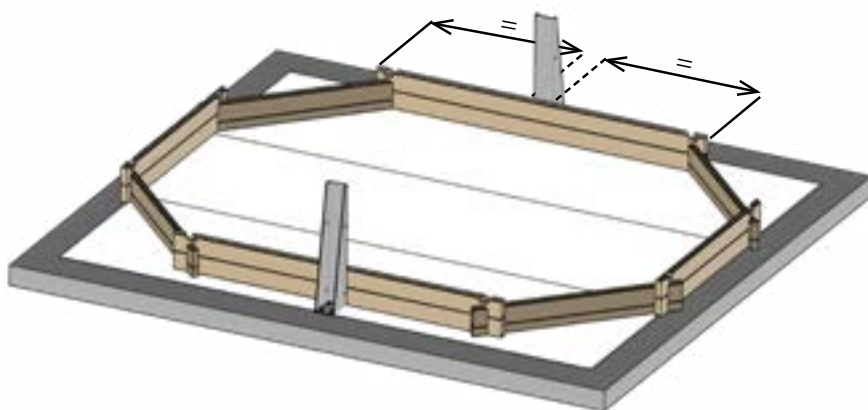

Fig. 4 / Abb. 4 / Afb. 4
- EN LAYOUT OF THE COLUMNS:** •Position the columns at the centre of the lateral of your pool, supported against the boards (figure 4). **Tighten the columns well around the entire layer of boards.** •Vertically drill the layer using a drill with a $\varnothing$ 10mm bit for concrete, and using the column as a guide. The depth of the hole should be at least 100mm to guarantee good fixing. •Place the fixing bolts (with washers and nuts) into the holes and fix them with the help of a hammer. **COMPLETELY hammer in the fixing bolts (only the head should be visible).** •Tighten crosswise the 4 nuts.
- FR POSITIONNEMENT DES SABOTS :** •Placez les sabots au centre des grands pans de votre bassin, en appui contre les madriers (figure 4). **Plaquez bien les sabots le long des rangées de madriers.** • Percez bien verticalement la chape à l'aide d'un perforateur équipé d'un foret béton $\varnothing$ 10 mm, en utilisant le sabot comme gabarit. La profondeur du perçage doit être au minimum de 100 mm pour garantir une bonne fixation. •Placez les gougeons d'ancrage (avec rondelles et écrous) dans les trous et frappez-les à l'aide d'un marteau. **Enfoncez ENTIEREMENT les gougeons d'ancrage (seule la tête doit rester visible).** •Serrez fermement en croix les 4 écrous.
NL PLAATSING VAN DE METALEN STEUNBALKEN: •Plaats de metalen steunbalken in het midden van de zijkant de uw zwembad, steunend tegen de planken (afbeelding 4). Schroef de metalen steunbalken stevig vast tegen de plankenrijen. •Boor perfect vertikaal gaten in de betonplaat met behulp van een boormachine voorzien van een boor voor beton van Ø 10 mm, gebruik de metalen steunbalk als patroon. De diepte van het boorgat moet tenminste 100 mm bedragen om een goede fixatie te garanderen. •Plaats de ankerbouten (met ringen en moeren) in de gaten en sla ze vast met behulp van een hamer. De ankerbouten **VOLLEDIG** vastdraaien (alleen de kop mag te zien zijn). •Draai de 4 moeren kruislings stevig vast.